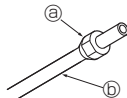

Fig. 5-5
5.2.3. Nasazení matice (Fig. 5-5)